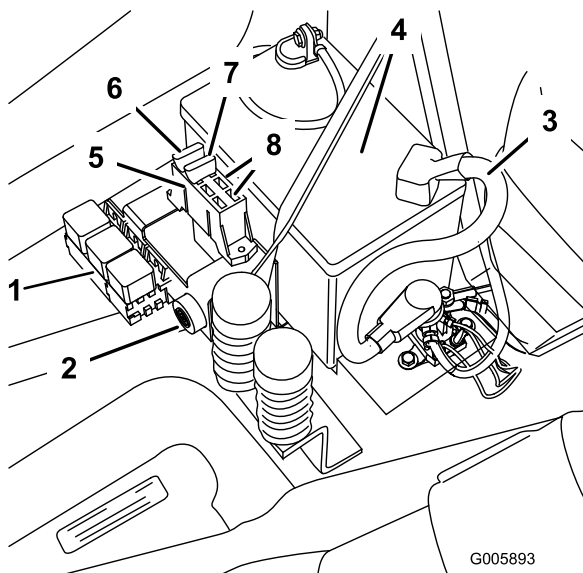

Figura 45
1. Eleve o banco para aceder ao suporte de fusíveis (Figura 45).
2. Para substituir fusíveis, puxe o fusível para o retirar (Figura 45).